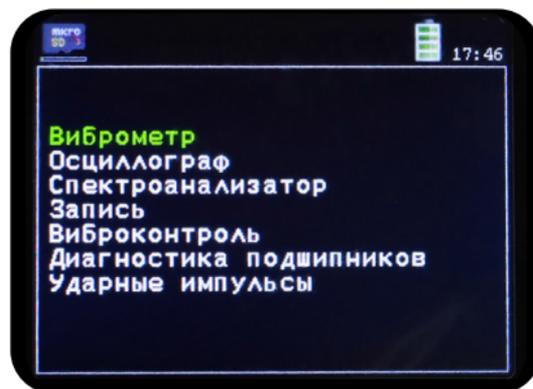

Рисунок 6. Меню «Виртуальные приборы»
2.2.7 Далее необходимо выбрать один из семи режимов работы в меню «Виртуальные приборы» (Рисунок 6).